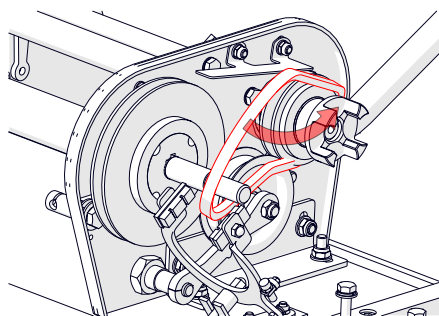

Fig. 15F - Sostituire la cinghia di trasmissione.
7. Togliere le cinghie e sostituirle (se necessario) (Fig. 15F).